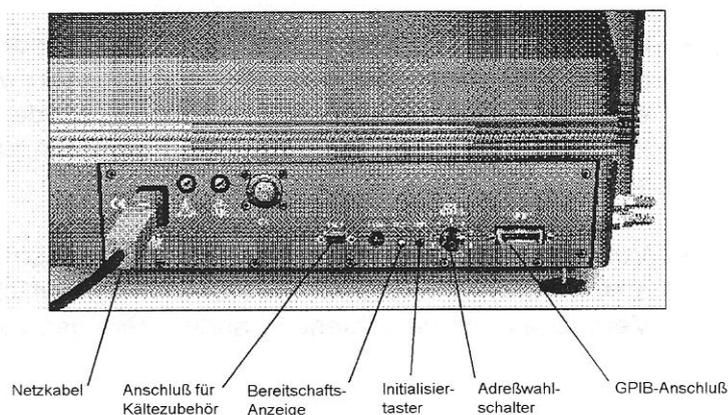

Abbildung 1.4 — Rückseite des DSC 2920 CE
Alle Kabel und Gasleitungen werden an der Rückseite des DSC 2920 CE angeschlossen (s. Abb. 1.4). Alle Richtungsbegriffe in Abschnitten 1.2.3.1 bis 1.2.3.5 gehen davon aus, daß Sie vor der Rückseite des Geräts stehen.
1. Schließen Sie das GPIB-Kabel am GPIB-Anschluß des Moduls (s. Abbildung 1.4) an. Das GPIB-Kabel ist daran erkennbar, daß es mit seinen Steckern als einziges in diesen Anschluß paßt.
Wenn Sie die GPIB-Adresse eines eingeschalteten Meßmoduls ändern, wird die neue Adresse erst nach erneuter Initialisierung des Moduls wirksam. Drücken Sie dazu den Initialisiertaster (Beschriftung: "RESET"; s. Abbildung 1.4), und warten Sie nach dem Loslassen des Tasters ca. 30 Sekunden, bis die Bereitschaftsanzeige (Beschriftung: "READY") stetig leuchtet. Folgen Sie dann der Anleitung im Bedienerhandbuch Ihrer Steuereinheit, um das Modul online zu bringen.